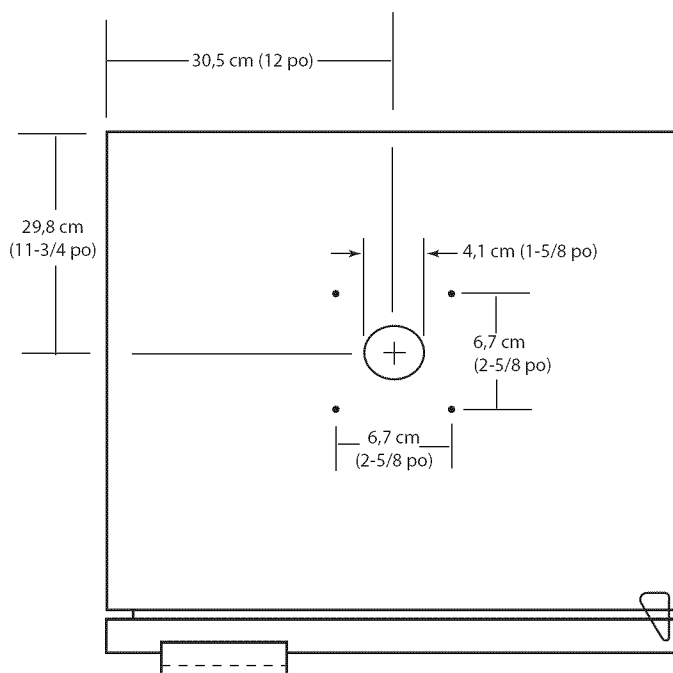

Fig. 05
Tous les orifices doivent être scellés pour éviter toute fuite d'air. Pour placer la colonne, couper un trou dans le plan de travail directement au-dessus du trou existant de l'unité de tireuse de bière (consulter le gabarit de la colonne pour les dimensions, Fig. 05).
2. Percer quatre avant-trous de 1/8" espacés de 2-5/8" en se servant du grand trou comme point de centrage (voir Fig. 05).